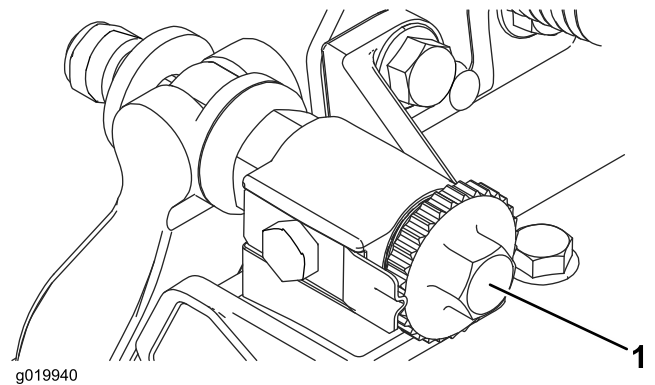

Figura 31
1. Desperte o contacto do cilindro na lâmina rodando os parafusos de ajuste da lâmina (Figura 31) no sentido contrário ao dos ponteiros do relógio até que não exista contacto.